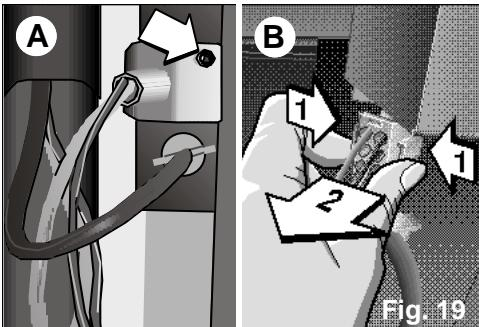

Fig. 19
- Om de elektrische verbinding te verwijderen, haalt u het schroefje weg en verwijdert u het plaatje dat erop geplaatst is. Druk nu voorzichtig op de zijdelingse klepjes van het verbindingsstuk en trek het naar buiten. **Fig. 19 A en B.**
Zorg er ook voor dat de elektrische verbinding bedekt is met het dekseltje en de desbetreffende schroef of bout. Fig. 19. Verzekert u er van dat de watertoeverbuis goed geplaatst is om te voorkomen dat er water uitloopt dat de steunoppervlakte nat zou maken, ga daarvoor te werk op de tegenover gestelde wijze als die aangegeven in het figuur 20.